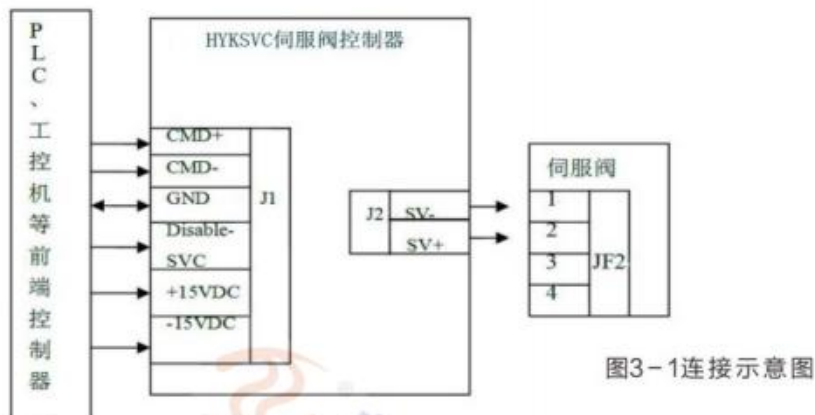

图3-1连接示意图
1、用户的前端控制器与该控制器以及阀的连接示意图如图3-1所示。